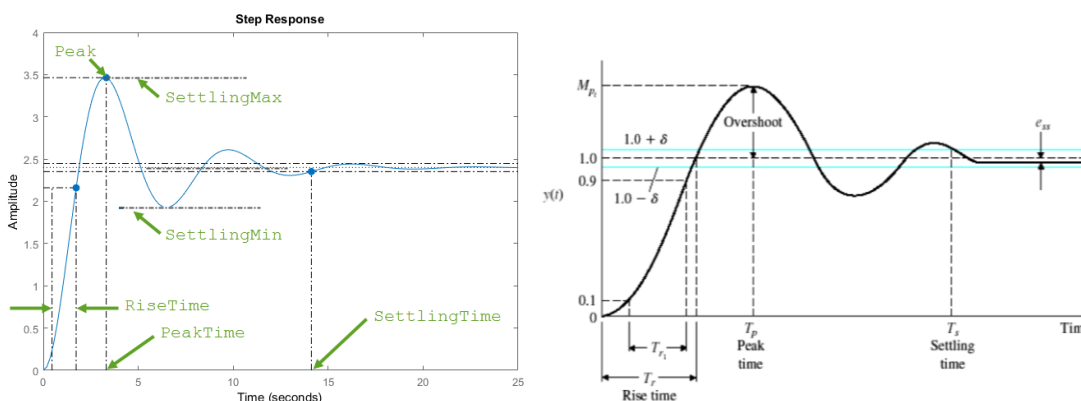

Figura 4. Resposta a un esglaió. Paràmetres característics.
Q.8. Començarem treballant amb el transceiver connectat a les **pistes curtes**. Mesureu (veure **Figura 4**) el valor del temps de pujada i del sobre-pic al principi i al final de la línia. El temps de pujada (*rise time*) es refereix al temps requerit per tal que el senyal passi d'un nivell baix (típicament el 10%) a un nivell alt (típicament el 90% de l'alçada del pols quadrat). El sobre-pic (*overshoot*) és el valor del pic màxim de la corba de resposta respecte de la resposta desitjada del sistema. Podeu fer servir les funcions de mesura definides a l'oscil·loscopi. Feu captures de les pantalles principals que aneu observant.